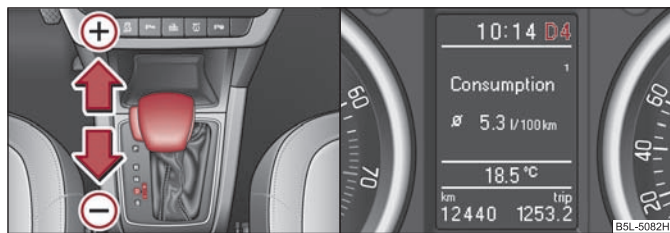

Fig. 116 Selector: selectarea manuală / afișajul de informații: selectarea manuală a vitezelor
Poziția selectorului de viteze se afișează, împreună cu treapta de viteză selectată, pe afișajul informativ al tabloului de instrumente ⇒ fig. 116 - dreapta.
- Apăsăți scurt selectorul (în poziție tiptronic) spre față pe ⇒ fig. 116 ⊕.